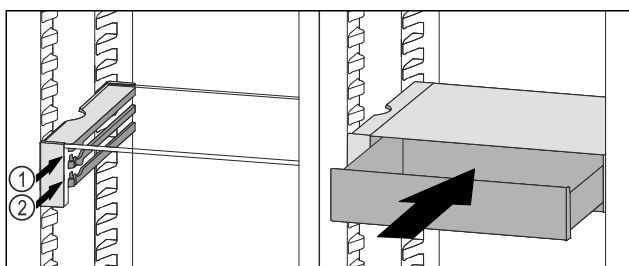

Fig. 149
- Placer le tiroir VarioSafe derrière les butées sur la nervure désirée Fig. 149 (1) ou Fig. 149 (2).